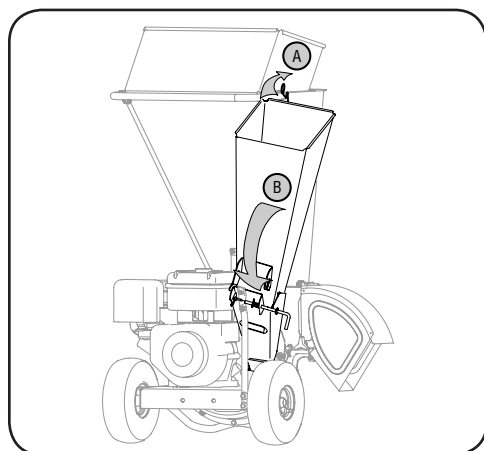

Figura 2-1
1. Tire del pasador con resorte hacia arriba. Vea A en la Figura 2-1.
2. Gire suavemente el canal de la astilladora hacia abajo hasta que se trabaje en la varilla de seguridad. Vea B en Figura 2-1.